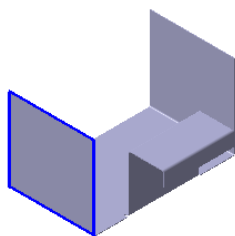
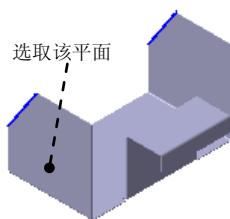

图 8.9.14 镜像特征 1
图 8.9.15 法向除料特征 1
(5) 单击  按钮，完成特征的创建。
Step7. 创建图 8.9.14 所示的镜像特征 1。
- (1) 选取要镜像的特征。选取上一步所创建的弯边特征为镜像源。
- (2) 选择命令。单击“主页”功能选项卡“阵列”工具栏中的  镜像 按钮。
- (3) 定义镜像平面。选取右视图 (YZ) 平面为镜像平面。
- (4) 单击  按钮，完成特征的创建。
Step8. 创建图 8.9.15 所示的法向除料特征 1。
(1) 选择命令。在“主页”功能选项卡“钣金”工具栏中单击  按钮，选择  法向除料 命令。
(2) 定义特征的截面草图。
① 选取草图平面。在系统  的提示下，选取图 8.9.15 所示的模型表面为草图平面。